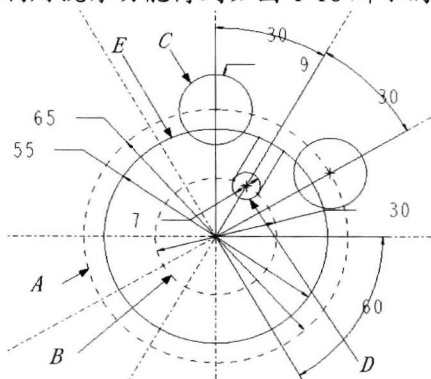

图1-17
1. 参照图 1-17 绘制两个结构圆 A ($\phi 65$)、 B ($\phi 30$) 和 3 个实体圆 C ($R9$)、 D ($\phi 7$)、 E ($\phi 55$) 及凹槽的线段。